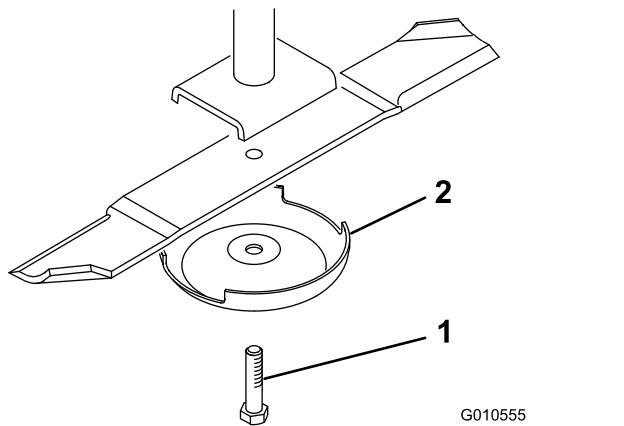

図 30
- ぼろきれや厚いパッドの入った手袋を使ってブレードの端部をしっかりと握る。スピンドルのシャフトからブレードボルト、芝削り防止カップ、ブレードを取り外す図 30。